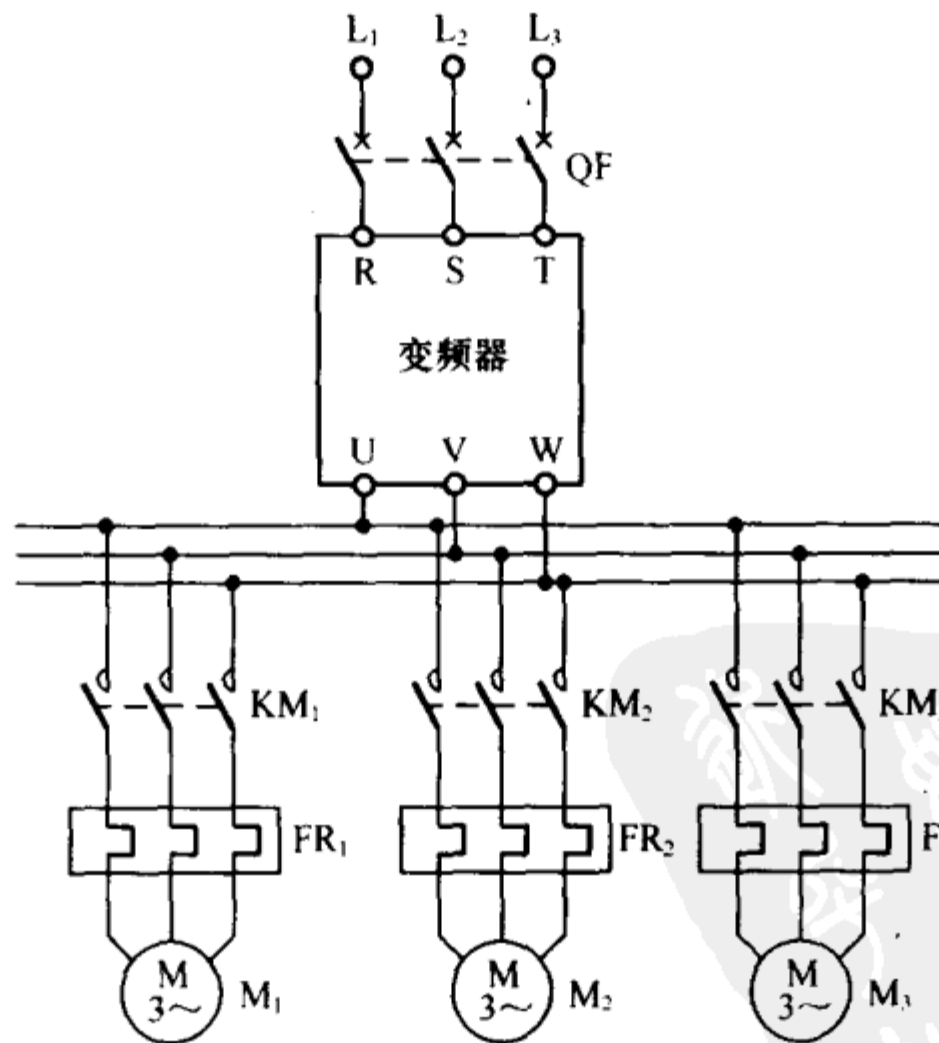

图 11 一台变频器控制多台电动机的主电路
(1) 当用一台变频器控制一台电动机时，可以取消电动机过载保护用的热继电器。这时因为变频器内部有电子热保护装置，它能很好地保护电动机过载，而普通的热继电器在非额定频率下其保护功能不理想。
(2) 在以下场合仍需保留热继电器：
① 特殊电动机的过载保护。
② 一台变频器控制多台电动机的场合。这是由于变频器容量大，其内部的热保护装置不可能对单台电动机进行过载保护。一台变频器控制多台电动机时的热继电器保护接线可参见图 11。